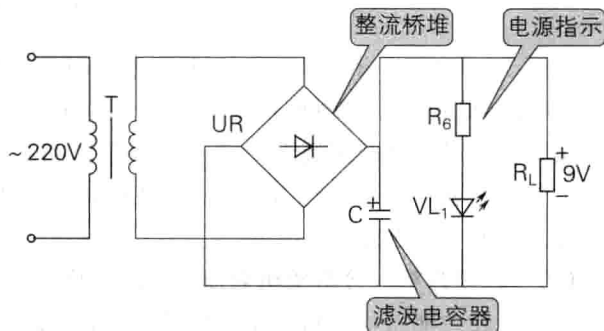

图 1-12 触摸式照明灯的电源电路
① 电源电路。图 1-12 所示为本例触摸式照明灯的电源电路，其功能是为触发控制电路和控制执行电路提供 +9V 直流电压，同时经 R_6 将发光二极管 VL_1 点亮，用以指示电源供电正常。
由图 1-12 可见，本例触摸式照明灯的电源电路由变压器 T、整流桥堆 UR、滤波电容器 C 和电源指示电路 R_6 、 VL_1 组成。实际应用时，交流 220V 电压经 T 降压、UR 整流、C 滤波后，形成 +9V 直流电压输出，为触发控制电路和控制执行电路供电。